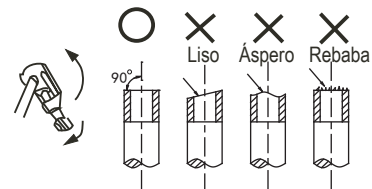

Fig.7-1
- Corte la tubería. (Refiérase a la Fig.7-1)